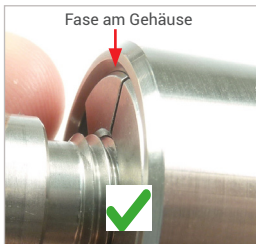

Abbildung 14
- ▶ Entlüften Sie den Steuerdruck wieder. Der Adapter zieht sich selbstständig an den Prüfling an und stellt eine druckdichte Verbindung her. Die Planfläche der Spannklappen ist auf der gleichen Höhe wie die Fase des Gehäuses (*Abbildung 14*).